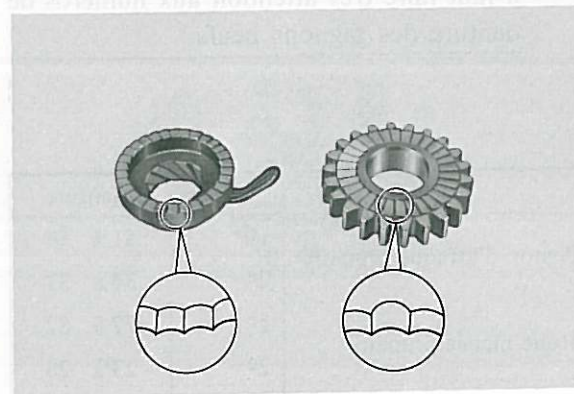

Fig. 3-3-30
5. Check the ratchet wheel and kick gear for scratches and streaks. If any streak is found, replace either or both of them. (Fig. 3-3-30)
5. Vérifier si la roue à chien et l'engrenage du kick ne sont pas rayés. Si nécessaire, remplacer une ou les deux pièces. (Fig. 3-3-30)
5. Schaltrad und Kickstarterzahnrad auf Kratzer prüfen. Wenn solche festgestellt werden, das entsprechende Rad bzw. beide Räder erneuern. (Fig. 3-3-30)